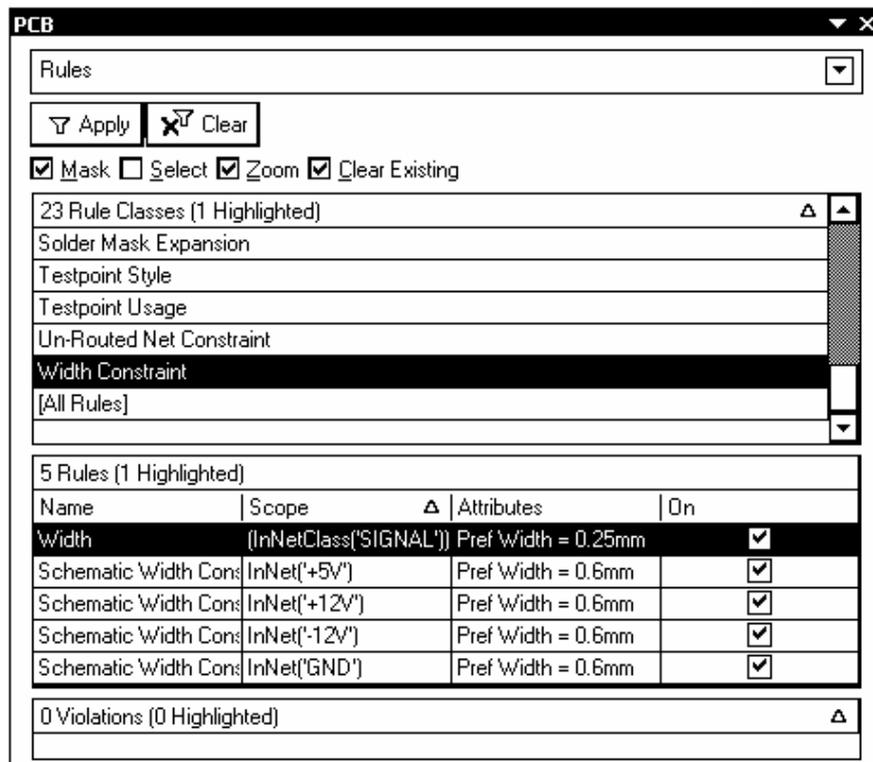

Рис. 6.11
1. Активизируем, в среде графического редактора печатной платы, плавающую панель PCB (рис. 6.11).
2. Настроим панель на исследование правил проектирования. Для этого в верхнем поле окна, рис. 6.11, развернем выпадающий список и выберем в нем строку Rules – правила.